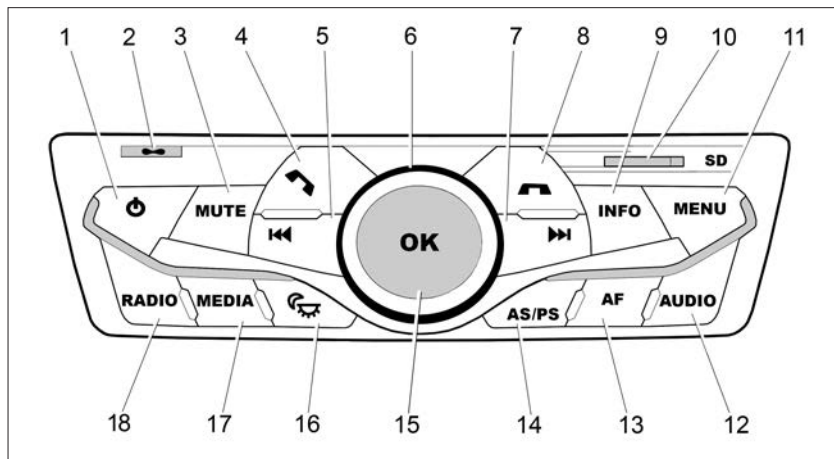
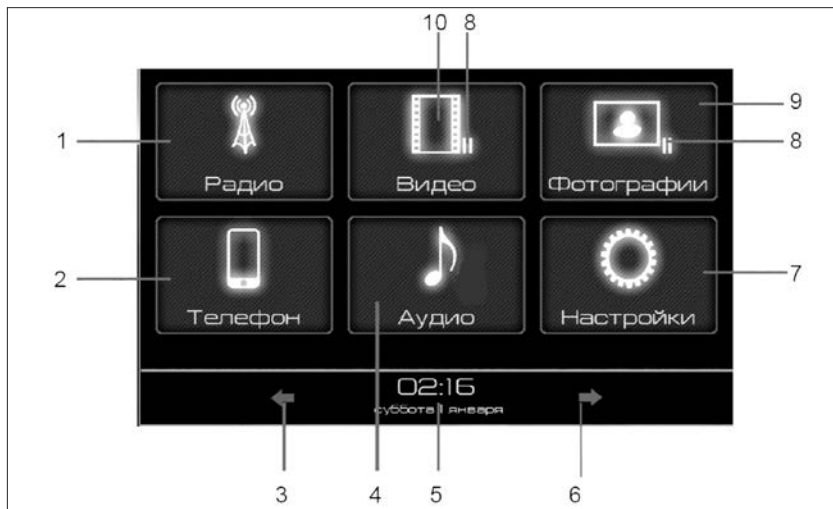

Рис. 52. Панель управления мультимедийной системой
Рис. 53. Окно главного меню
На панели управления мультимедийной системы размещены следующие функциональные кнопки (рис. 52):
1.1 Для включения MMC нажмите на **кнопку 1** (рис. 52). Для выключения нажмите кнопку 1 и удерживайте ее в нажатом положении более 2-х секунд. Для перезагрузки удерживайте
нажатой **кнопку 1** (рис. 52) до появления логотипа ЛАДА на дисплее.
Управление мультимедийной системой (MMC) можно осуществлять при помощи кнопок и на панели управления (рис. 52), и при помощи сенсорных кнопок, находящихся на дисплее (рис. 53, 54).
1.2.1 Регулировка громкости осуществляется вращением **ручки 6 (энкодера)** вправо или влево (рис. 52).
1.3.1 После первого включения системы или перезагрузки на дисплее отображается окно **«Главное меню»** (рис. 53).
- кнопкой «**Радио**» (18) (рис. 52) на панели управления;
- кнопкой «**Радио**» в главном меню (рис. 53) на дисплее;
На панели управления при нажатии на кнопку **AS/PS (14)** (рис. 52) можно осуществить поиск радиостанций в диапазоне и запоминание всех найденных радиостанций, включение и выключение режима **RDS**.
- нажатием кнопки «Аудио» (4) на дисплее (рис. 53);